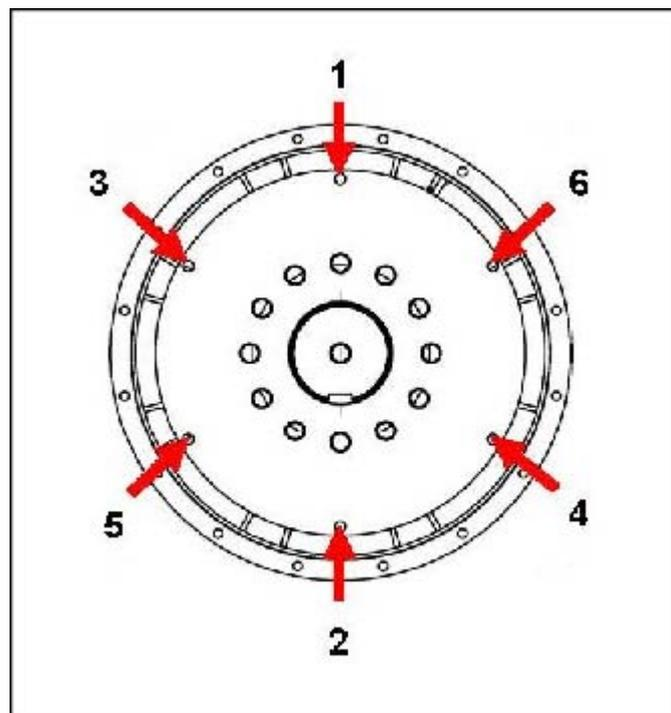

FIGURA 14. SEQUÊNCIA DE FIXAÇÃO NO VOLANTE DO MOTOR
10. Aperte os parafusos para fixar o disco de acoplamento no volante do motor, de acordo com a sequência ilustrada em Figura 14 na página 28